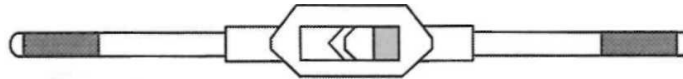

Fig. 3
- 3- Prendre un tourne-à-gauche approprié (suivant le diamètre et le carré d'entraînement du taraud) (fig. 3).